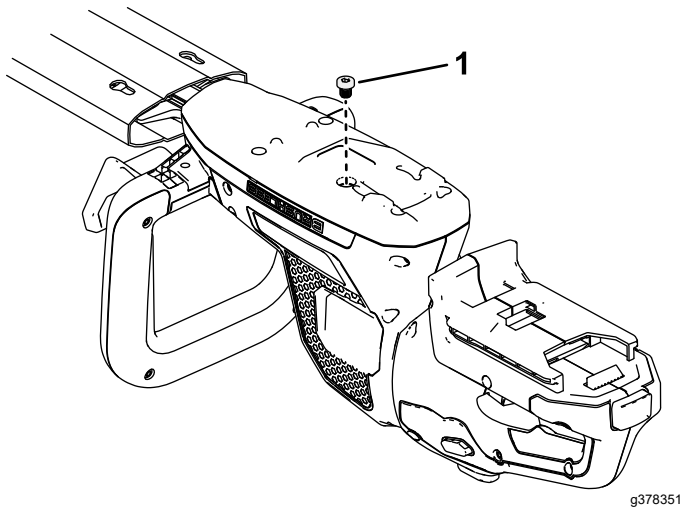

Figure 11
3. Retirez le bouchon hexagonal du boîtier d'engrenages (Figure 11).